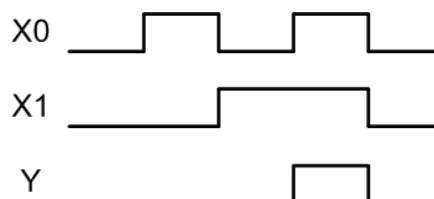

Рис. 2. Временная диаграмма состояний логического элемента **И** ( $Y = X1 \wedge X0$ )
3. Временная диаграмма состояний входных и выходных сигналов, например, для функции **И** (рис. 2).